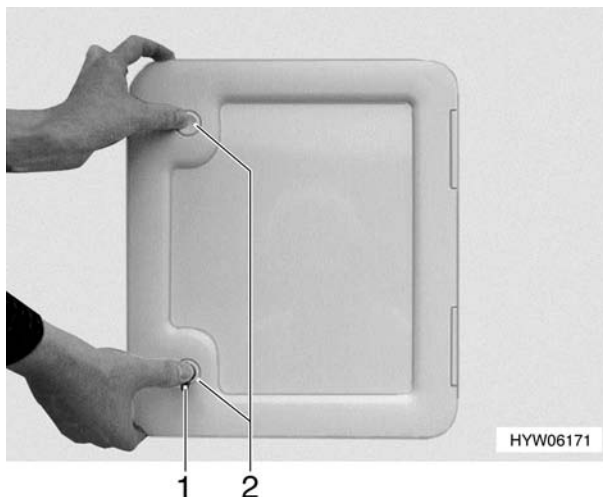

Fig. 188 Apertura dello sportello della cassetta Thetford
Lo sportello della cassetta Thetford (Fig. 188) si trova all'esterno dell'autocaravan:
- Aprire la serratura girevole (Fig. 188,1) con la chiave.
- Premere contemporaneamente entrambe le serrature a pressione (Fig. 188,2) e aprire lo sportello della cassetta Thetford.